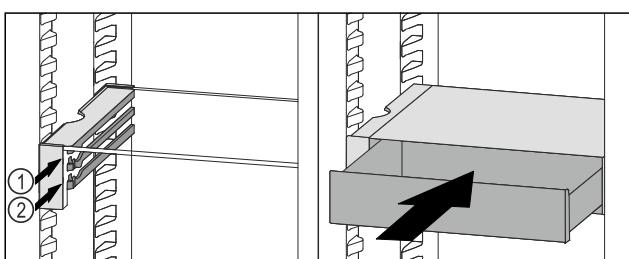

Fig. 132
- Predal VarioSafe namestite za zaustavljalnimi elementi na želeni nastavek Fig. 132 (1) ali Fig. 132 (2).